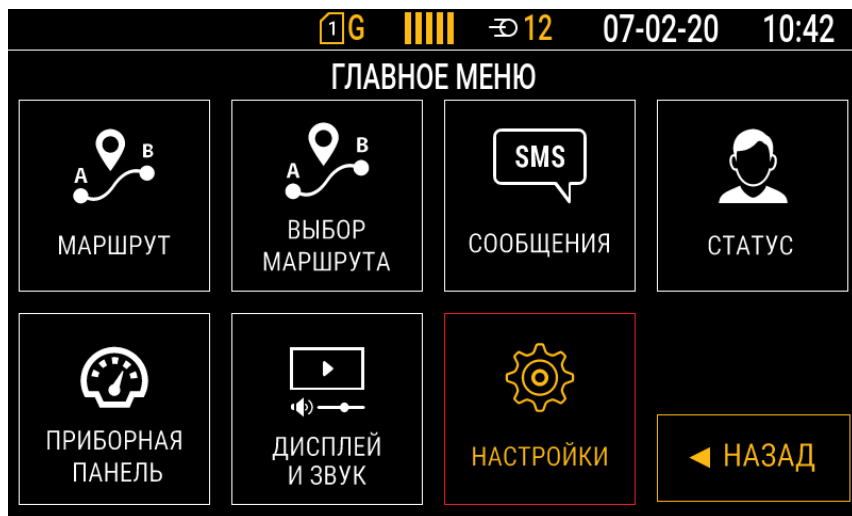

Рис.100. Главное меню
- В главном меню «АвтоГРАФ-GSM-ИНФО 5» нужно перейти в «НАСТРОЙКИ» (Рис.100).